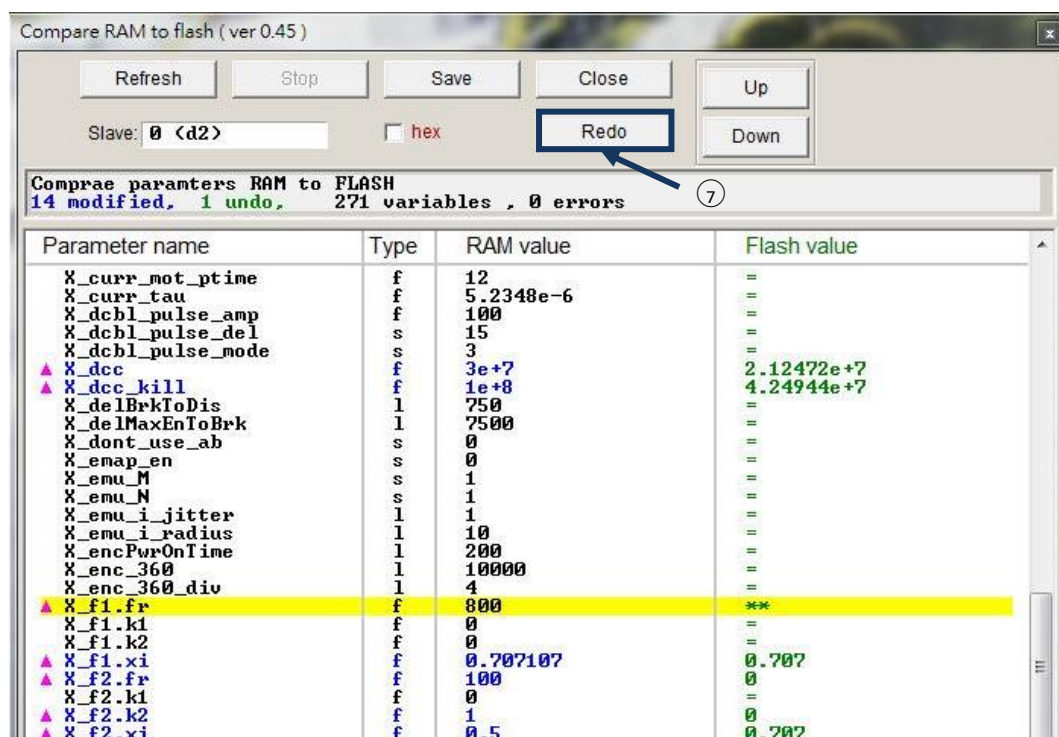

図 11.1.3
- (1) =: Flash のパラメーターは RAM と同じである。
- (2) **: パラメーターは “Undo” を実行し図 11.1.3. に示すようにRAM中の数値はFlash中の数値に変更された。